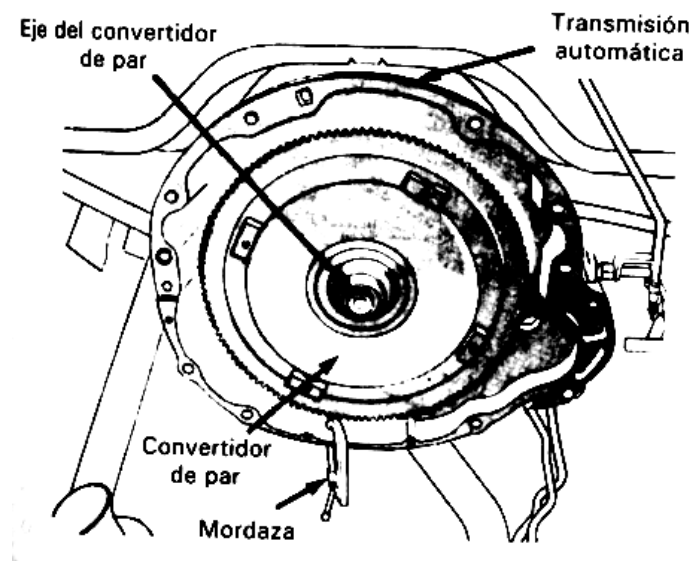

Fig. 3.10 Transmisión automática y convertidor de par
13. Determine si la transmisión automática del montacargas debe ser desmontada conjuntamente con el motor. Resulta más fácil dejar la transmisión automática instalada en el montacargas. (Ver Fig. 3.10)